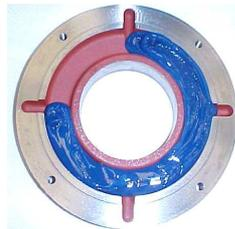

Figura 7.3: Coppa esterna del cuscinetto
- Riempire fino a  $\frac{3}{4}$  i depositi interni ed esterni delle coppe dei cuscinetti con il grasso raccomandato (Figura 7.3) e lubrificare il cuscinetto con grasso in quantità sufficiente prima di assemblarlo;